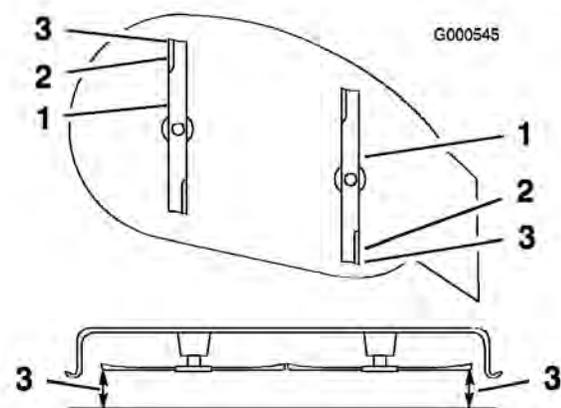

Figure 45
9. Réglez la hauteur de coupe à la position **D** (76 mm) et tournez les lames avec précaution dans le sens longitudinal (Figure 45).
10. Mesurez la distance entre la pointe de la lame avant et la pointe de la lame arrière par rapport à la surface plane (Figure 45). Si la pointe avant de la lame n'est pas de 1,6 à 7,9 mm plus basse que la pointe arrière, réglez les contre-écrous avant.